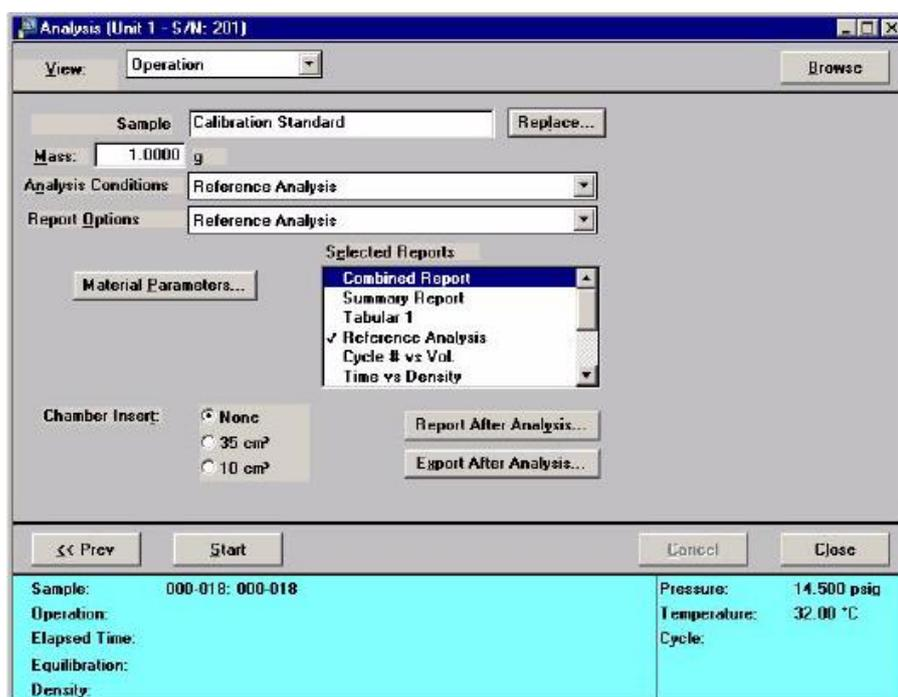

Рисунок 11 – Окно ввода параметров
9.1 Создать файл **Unit > Sample analysis** (рис. 11), вбить название образца в поле **File name**, нажимаем **ОК**. Подтверждаем **Yes**;